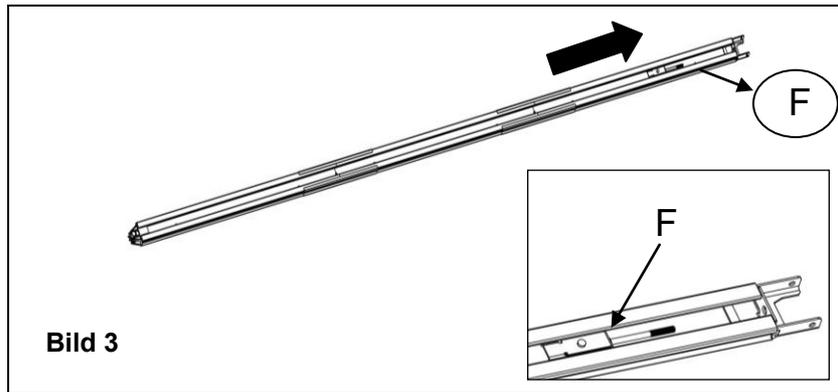

Bild 3
1. Schieben Sie wie in Bild 3 gezeigt Teil C-Schiene und D in das erste Verbindungsstück. Schieben Sie nun Teil D und E in das zweite Verbindungsstück.
2. Durchtrennen Sie die Kabelbinder. Ziehen Sie die Gewindestange mit der Kette bis zum Ende der Schiene (Bild 3)